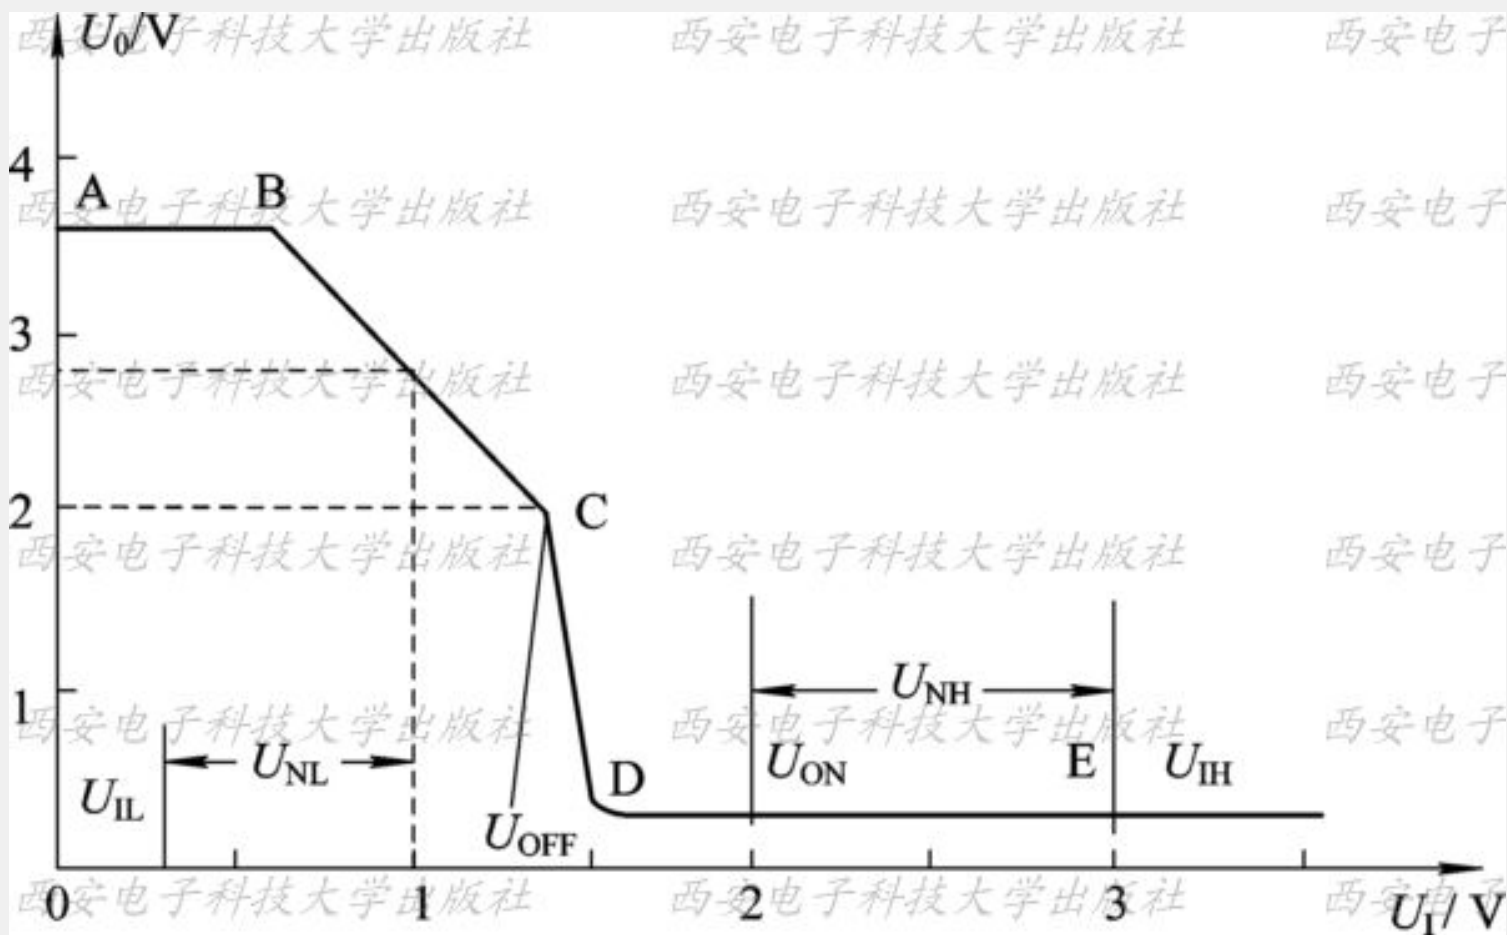

图7.3 TTL与非门电压传输特性
② TTL与非门电压传输特性是表示输出电压 U_O 随输入电压 U_I 变化的一条曲线，电压传输特性曲线大致分为四段，如图7.3所示。 ψ